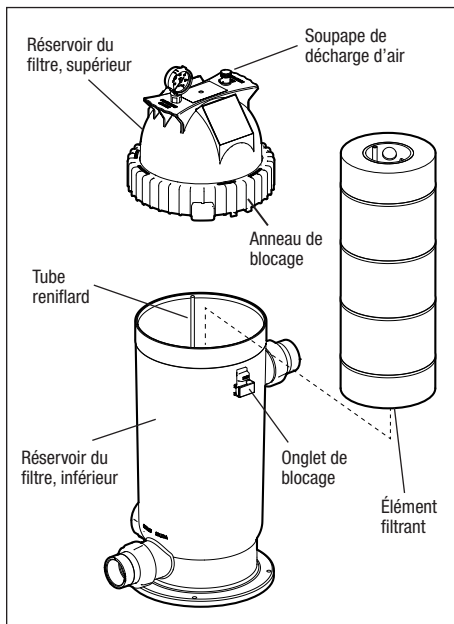

Figure 6. Retrait de l'élément filtrant
- Ouvrir la soupape de surpression qui est au-dessus du filtre afin de libérer toute la pression de l'intérieur du réservoir et du système, voir la Figure 6. Fermer les clapets d'isolement du filtre sur le système pour prévenir toute inondation.